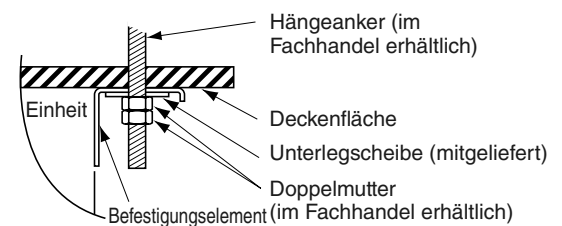
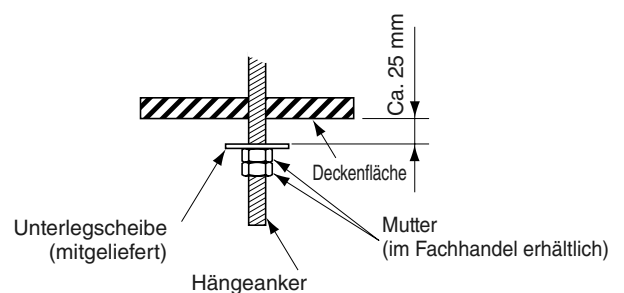

Abb. 3-125a
Abb. 3-125c
(6) Die Vorbereitungen zum Aufhängen der Inneneinheit durchführen. Die Aufhängungsmethode richtet sich danach, ob es sich um eine abgehängte Decke handelt oder nicht. (Abb. 3-125a und 3-125b)
(7) Die Inneneinheit wie folgt aufhängen:
a) 1 Unterlegscheibe und 2 Sechskantmuttern an jedem Hängeanker anbringen, wie in Abb. 3-125c gezeigt.